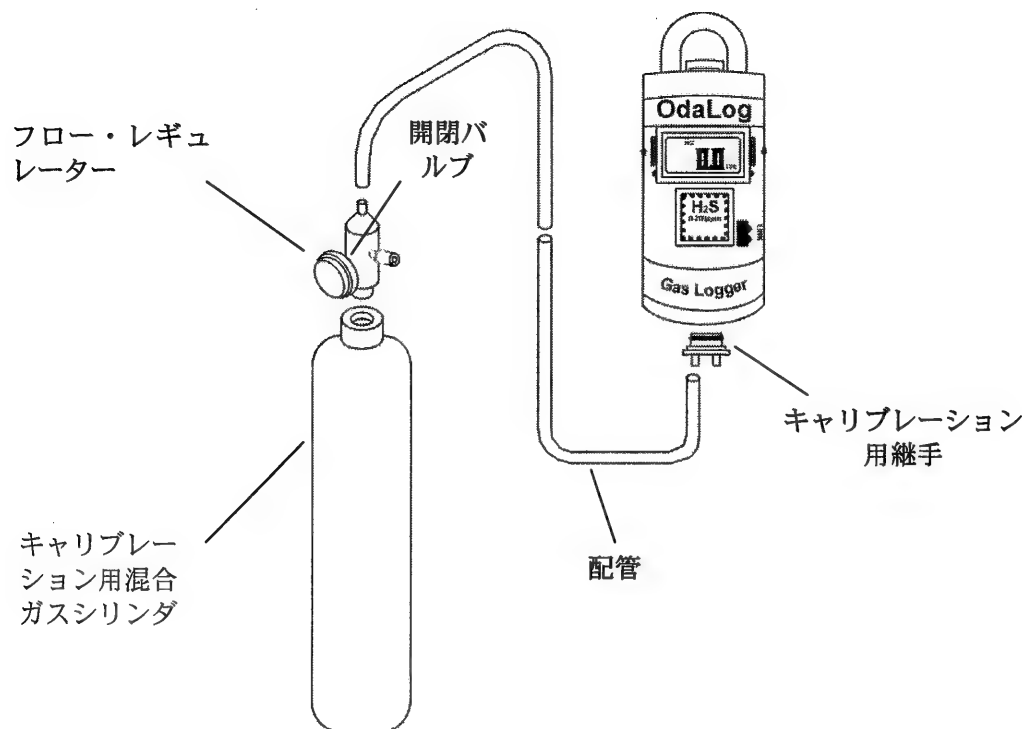

図 1
- ガスシリンダーにレギュレーターを取り付け、キャリブレーション・アダプター(図 1). 挿し込み口に合わせ、プラスチックの配管を取り付けます。